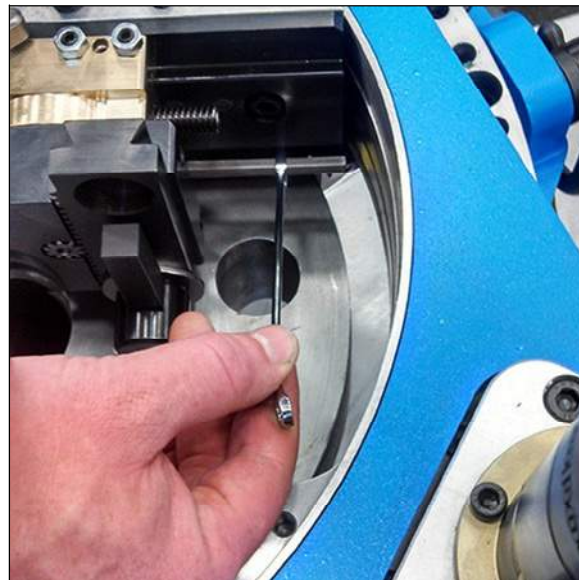

FIGURA 3-26. GIRE EL EJE DE ACCIONAMIENTO DE ALIMENTACIÓN AXIAL PARA AJUSTAR LA ALTURA DE LA HERRAMIENTA (SE MUESTRA EN FF1200)
4. Use la llave suministrada para girar el eje de accionamiento de alimentación axial para ajustar la profundidad de la herramienta (Figura 3-26).